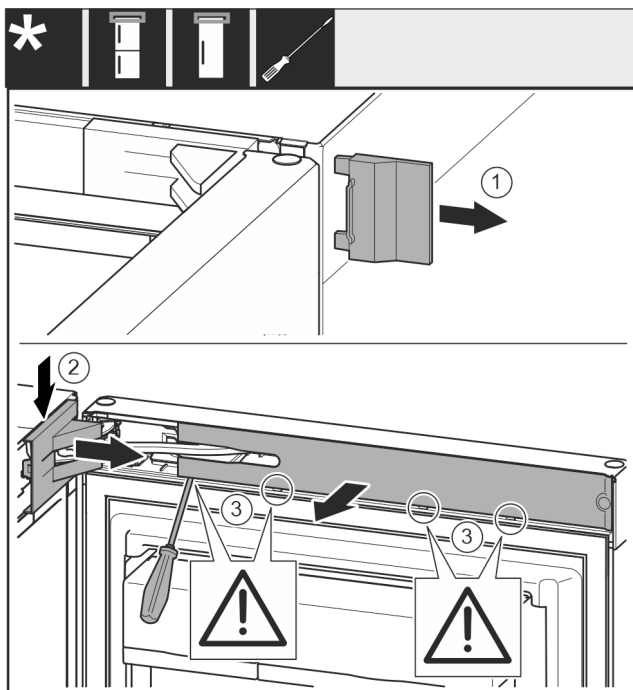

Fig. 8
► Tag den udvendige afdækning af. Fig. 8 (1)
► Klik hængselkonsollens afdækning ud, og løsn den. Tag hængselkonsollens afdækning af. Fig. 8 (2)
► Løsn blindpladen med en flad skruetrækker, og drej den til side. Fig. 8 (3)